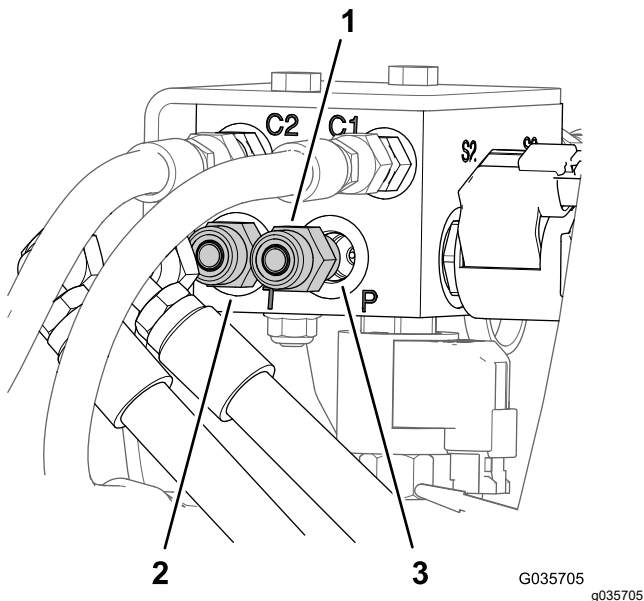

Рисунок 9
1. В задней части опрыскивателя промаркируйте шланги, подсоединенные к отверстию Р и отверстию Т коллектора подъемного цилиндра (Рисунок 9).
2. Отсоедините шланги от прямых гидравлических штуцеров в отверстиях Р и Т коллектора подъемного цилиндра (Рисунок 9).
3. Выверните прямые гидравлические штуцеры из отверстий Р и Т старого коллектора подъемного цилиндра (Рисунок 9).